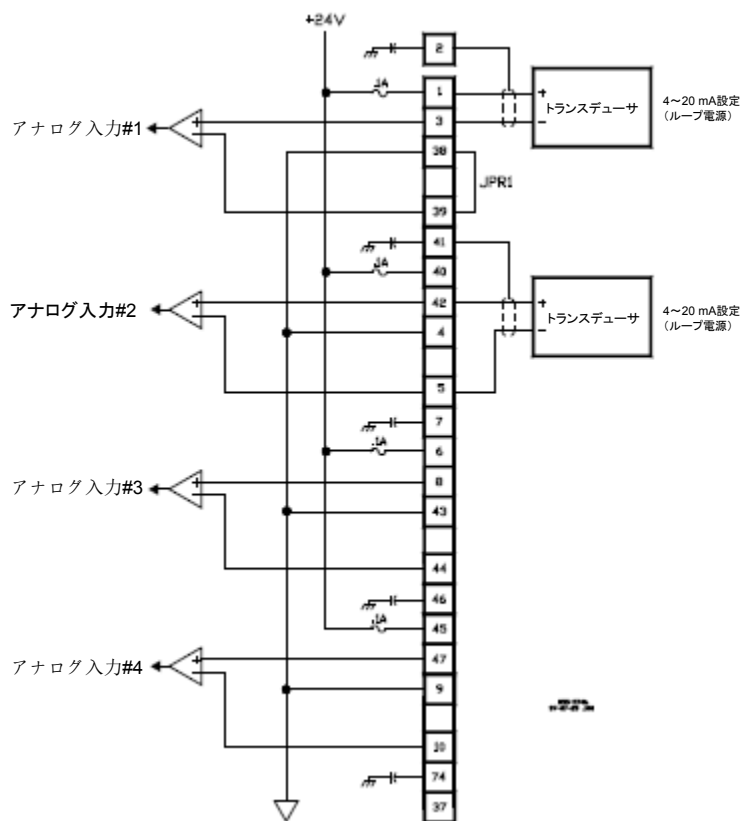

図 4-9. 24/8 アナログ FTM のアナログ入力配線
- FTMのアナログ出力配線接続については、図4-9、付録Aを参照してください。